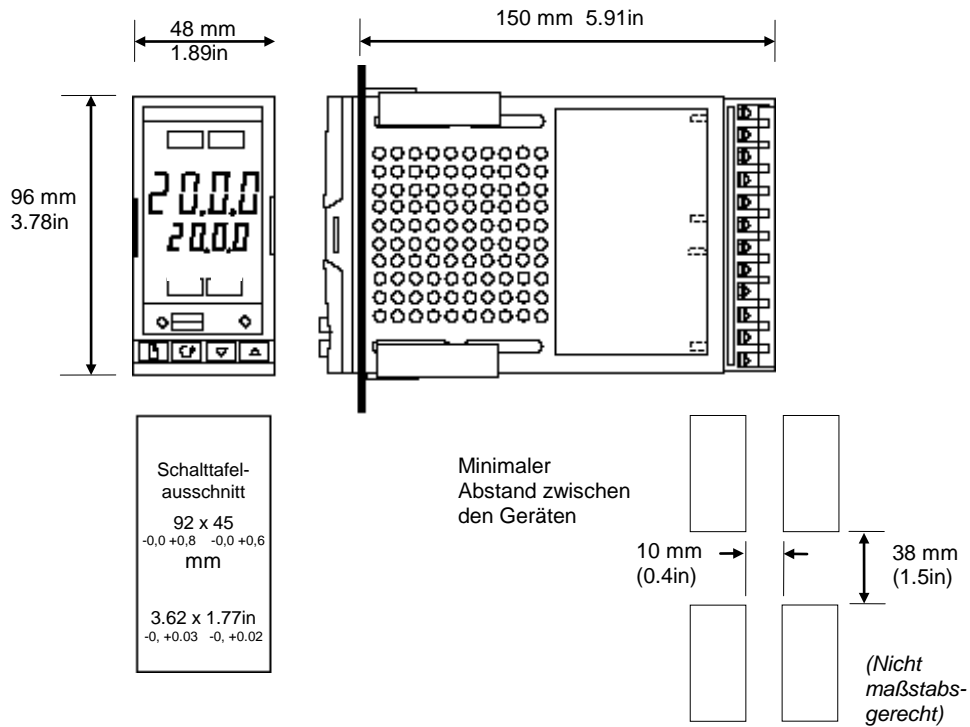
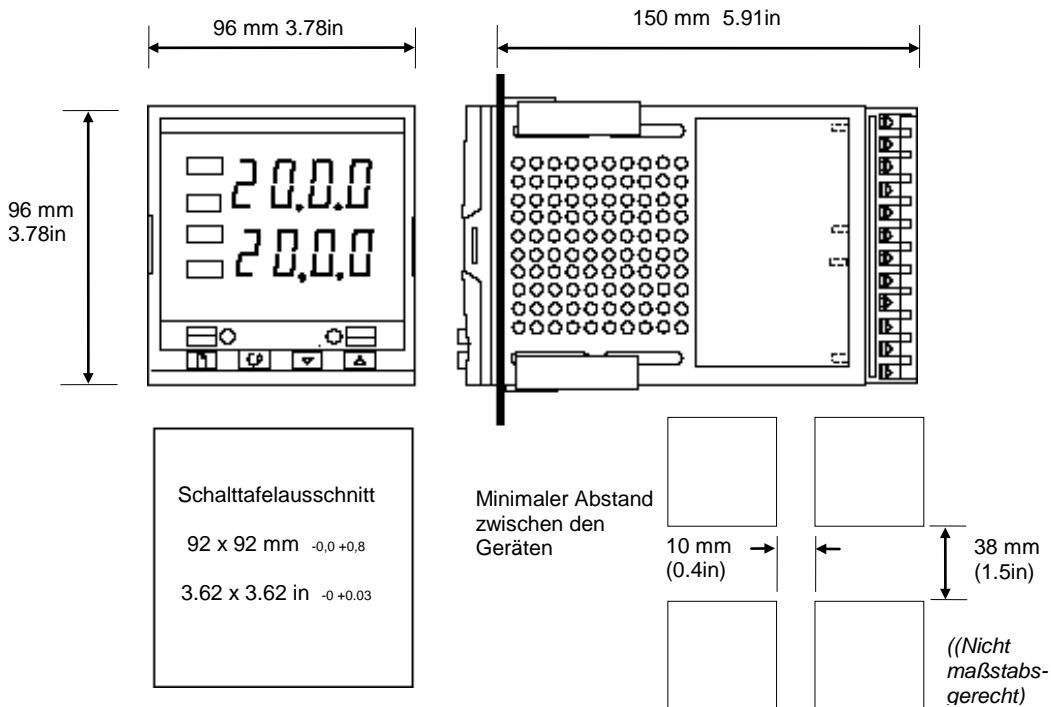

Abbildung 3: Abmessungen des Reglers 2408
Abbildung 4: Abmessungen des Reglers 2404
1. Bereiten Sie den Ausschnitt nach den in Abbildung 3 und Abbildung 4 angegebenen Maßen vor.